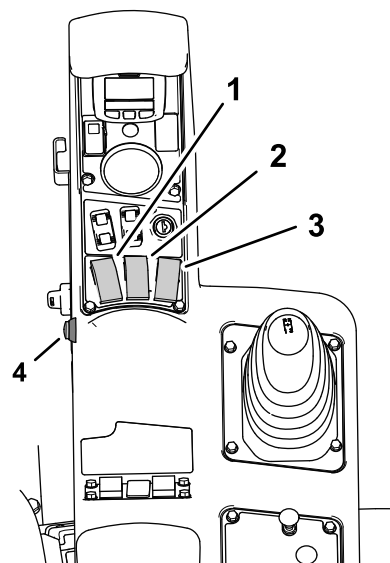
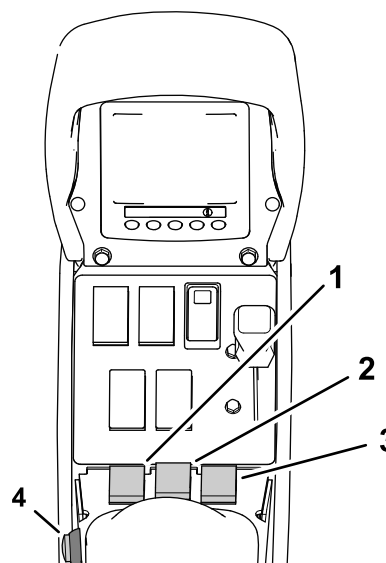

Figure 162
Figure 163
9. Réglez les 3 interrupteurs de section (situés dans la console de commande de la machine) à la position ACTIVÉE (Figure 162 et Figure 163).